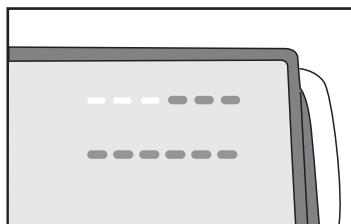

Рис. 9.
2. Подключите адаптер питания к детектору и к сети питания. Нажмите одновременно кнопку “CLR” и кнопку включения. На дисплее должны появиться 12 знаков “-” (см. рис. 9). Если этого не произошло, повторите пункты 1 и 2.